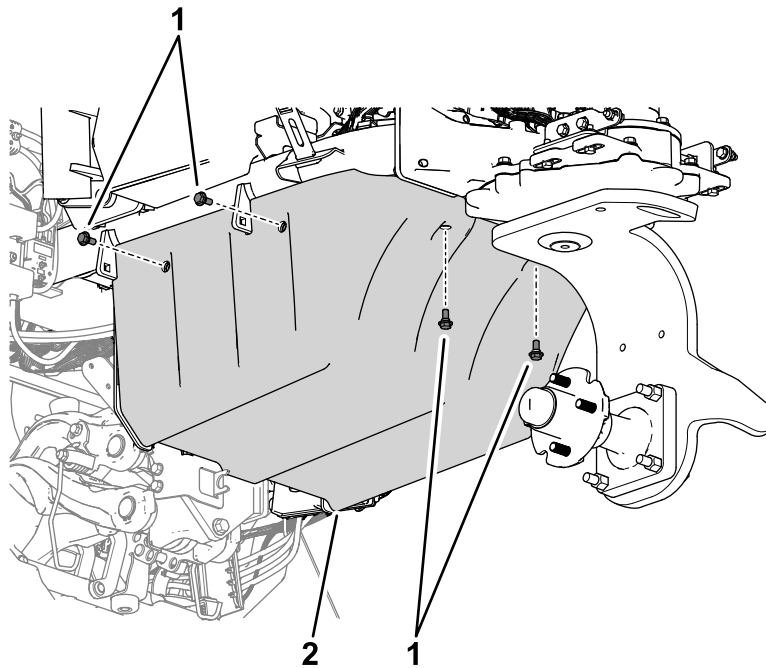

Figura 33
2. Utilice 6 pernos de cuello largo para sujetar la tapa de las baterías inferiores al soporte de las baterías inferiores (Figura 33).